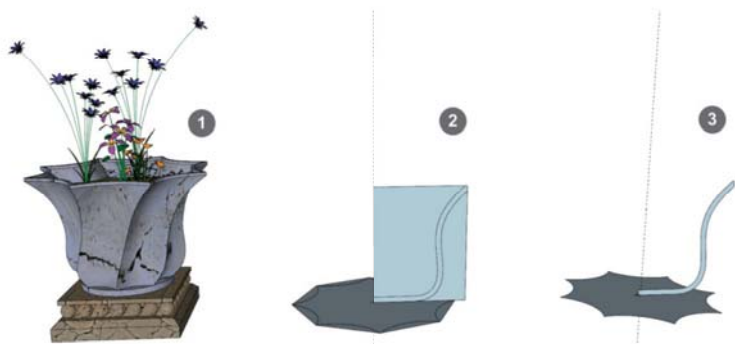

图 2.2.2 第二组放样的条件
如图 2.2.2 ①所示的花盆看起来也是用上述类似的方式通过路径跟随放样与适当扭曲后形成的,图 2.2.2 ③所示为已经准备好的放样路径和放样截面,图 2.2.2 ②所示为创建放样路径和放样截面的过程。
为了方便对照,图 2.2.3 ①复制了图 2.2.2 ③所示的放样路径与放样截面。
此外，如何解决上面实例中暴露的缺陷，完成如图 2.2.2 ①所示的模型，是本节留给你的思考题与实战练习。在后面的篇幅里，还要对这个实例做深入讨论。